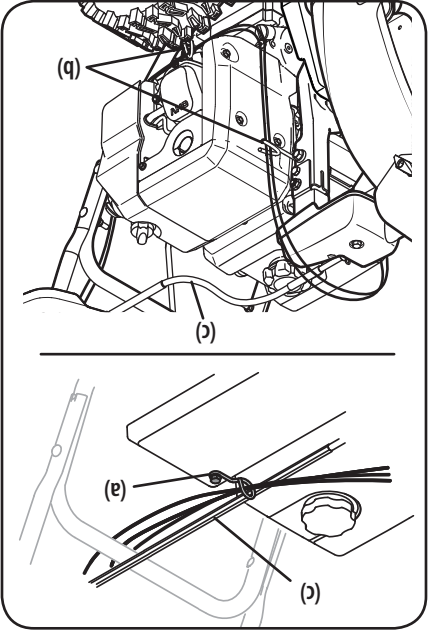

Figure 2-8
- **Modèles avec guide-câble monté sur le moteur (a)** - Vérifiez que tous les câbles sont correctement installés dans le guide-câble situé sur la partie supérieure du moteur. Voir Figure 2-8.
Voir Figure 2-8.